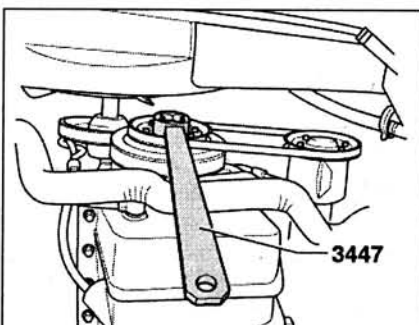

Рис. 3.47. Прокрутите коленчатый вал с помощью ключа 3447.
4. Прокрутите коленчатый вал с помощью ключа 3447 (рис. 3.47).